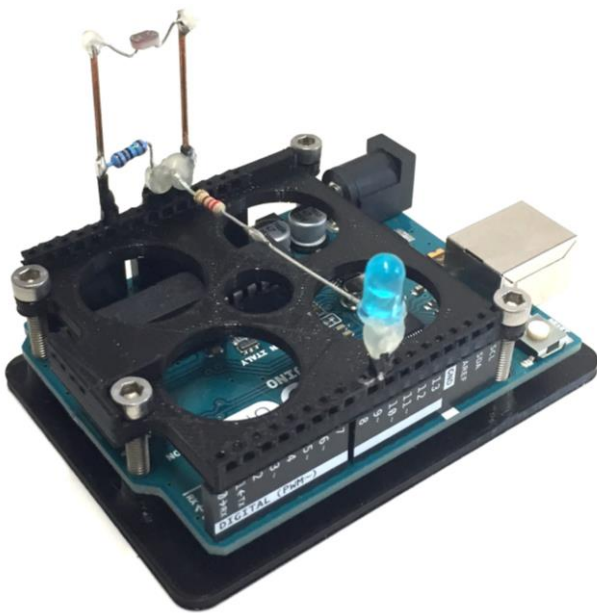

Abbildung 1: Arduino mit Fotowiderstand
Als Lichtstärkeensor wird hier ein *Fotowiderstand* verwendet (vgl. Abbildung 1). Dieser ist ein *Halbleiterbauelement* und verändert je nach Lichtintensität seinen *elektrischen Widerstand*. Da der Arduino nur Spannungen von 0 bis 5V an seinen analogen Eingängen misst, kann der elektrische Widerstand nur indirekt gemessen werden. Hierzu wird eine Spannung an den *Fotowiderstand* angelegt und diese am analogen Eingang des Arduinos gemessen.
- Arduino UNO mit Lichtsensor-Shield (Abb.1)